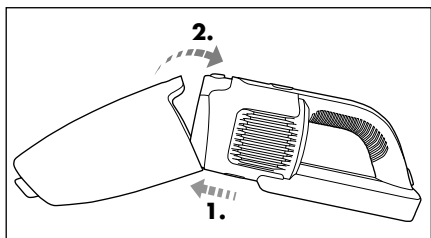

Fig. 6
- 4) Goliți rezervorul de colectare a murdăriei ⑨ într-un coș de gunoi.
- 5) Așezați filtrul EPA ⑦ în filtrul grosier ⑧ și apoi filtrul grosier ⑧ în rezervorul de colectare a murdăriei ⑨.
- 6) Montați la loc rezervorul de colectare a murdăriei ⑨ pe unitatea manuală ③ împingând pedica de jos de pe unitatea manuală ③ mai întâi în decupașul rezervorului de colectare a murdăriei ⑨. Apoi împingeți partea de sus a rezervorului de colectare a murdăriei ⑨ pe unitatea manuală ③ până ce rezervorul de colectare a murdăriei ⑨ se cuplează cu un zgomot și se fixează în poziție pe unitatea manuală ③ (fig. 6).